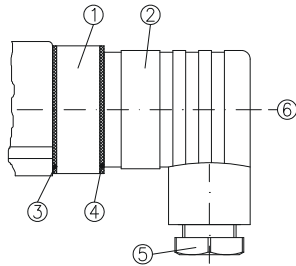

Fig. 7
- ✚ Desserrer la vis centrale ⑥ M3x35 et tirer la boîte de raccordement ② du connecteur sur l'instrument ① (⇒ Fig. 7). Tirer la vis centrale ⑥ de la boîte de raccordement ②.